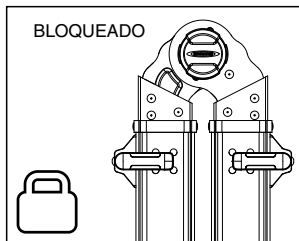

Figura 4
- 3) Mientras sostiene la sección interior de la escalera con una mano, asegure los 4 sujetadores “J” girándolos hasta la posición bloqueada (vea la Figura 4).